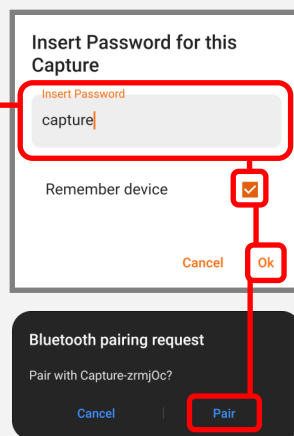

Bild 2
Wählen Sie die Startzeit: mit der rechten Taste um die Zeit in Intervallen von 30 Minuten (von 00:00 bis 23:59) zu erhöhen, und mit der linken Taste, um die Zeit zu verringern. *Bild 2*
20:30 *Fig. 2*
- 2) Geben Sie das Standardpasswort "capture" ein und drücken Sie ok (aus Sicherheitsgründen empfehlen wir Ihnen, es später zu ändern). Ihr Smartphone wird Sie auffordern, Ihr Bluetooth-Gerät zu koppeln. Bestätigen. (Bild 2)